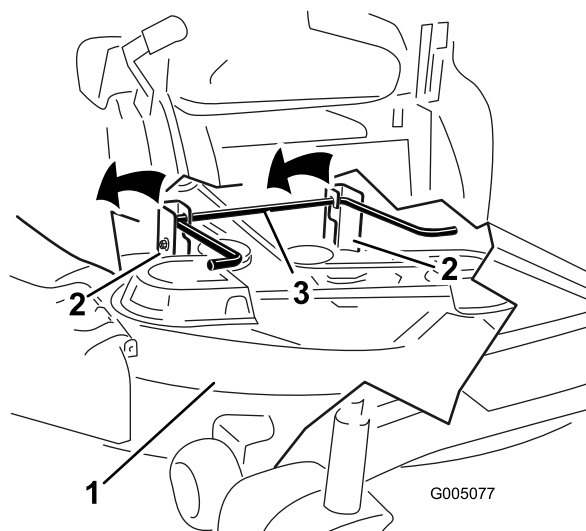

Figura 56
5. Eleve la parte trasera de la plataforma del cortacésped y coloque los soportes sobre la varilla de elevación trasera (Figura 56).